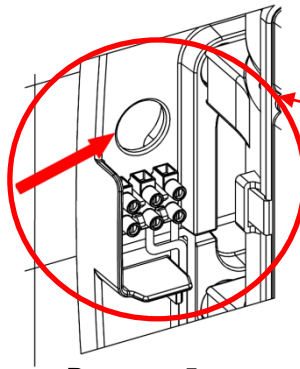

Рисунок 5.
- Пропустить питающие кабели электросети через отверстие диаметром 22 мм. (0,87"), которое расположено над колодкой подключения аппарата (Рисунок 5)
Некоторые модели сушилок 'Machflow' имеют внутреннее нагревательное устройство, которое можно включить с помощью выключателя (Рис. 5)